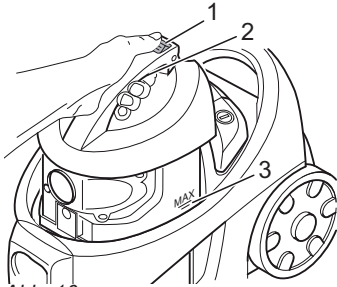

Abb. 16
- Leeren Sie den Staubbehälter spätestens dann, wenn die Staubbehälterfüllstandanzeige (Abb. 1/18) aufleuchtet oder die „Max“-Markierung (Abb. 16/3) erreicht ist.
Die Verriegelung (Abb. 16/2) im Tragegriff verhindert das versehentliche Lösen des Staubbehälters beim Transportieren des Gerätes. Wenn Sie den Staubbehälter entnehmen, darf die Verriegelungstaste nicht gedrückt sein.
2. Drücken Sie die Entriegelungstaste (Abb. 16/1) und heben Sie den Staubbehälter nach oben aus dem Staubsauger.